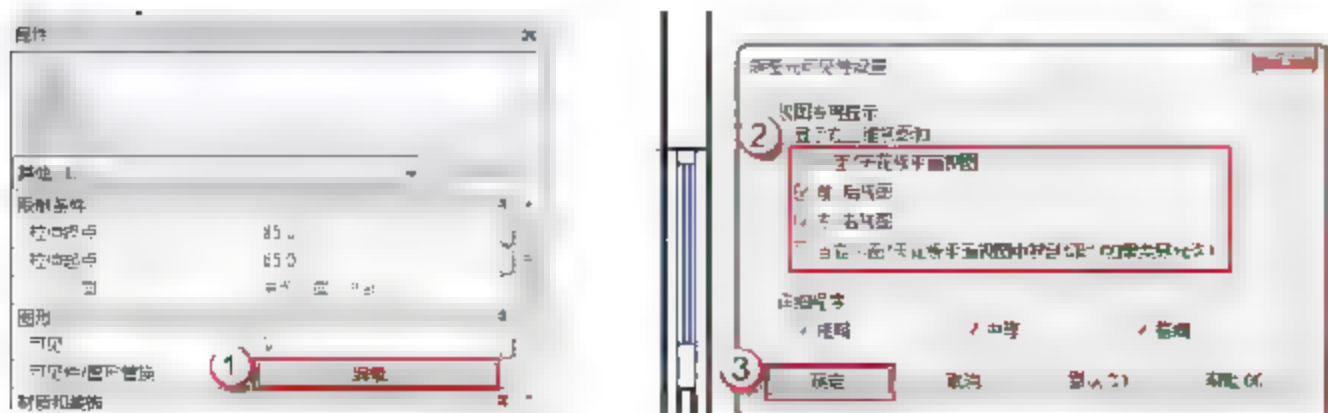

图 6.1.67 修改双开门上部窗户玻璃的可见性
(21) 修改双开门上部窗户玻璃的可见性。在绘制完成后，单击√按钮，完成绘制。在“属性”面板中，单击“图形”栏“可见性/图形替换”后的“编辑”按钮，弹出“族图元可见性设置”对话框，取消“平面/天花板平面视图”和“当在平面/天花板平面视图被剖切时（如果类别允许）”复选框的选择，单击“确定”按钮，如图 6.1.67 所示。